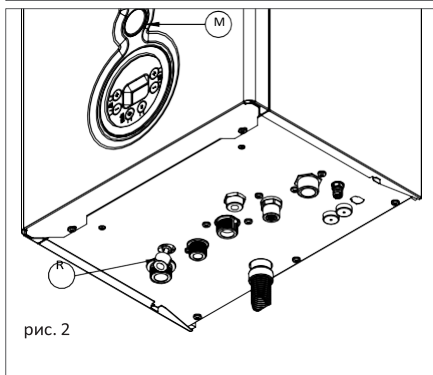

рис. 2
ЦЕЙ КОТЕЛ МОЖНА ВСТАНОВЛЮВАТИ НА ВІДКРИТОМУ ПОВІТРІ В ЧАСТКОВО ЗАХИЩЕНОМУ МІСЦІ (ДИВ. РИС. 2 У РОЗДІЛІ «РОЗМІЩЕННЯ
Дотримуйтесь таких самих відстаней від легкозаймистих матеріалів та дерев'яних стін. Зовнішня установка допускається в частково захищеному місці (наприклад, навіс, балкон), яке відповідає мінімальним розмірам, зазначеним на рис. 2.
3. відкрийте кран наповнення «R» (рис. 2);
5. за допомогою манометра «M» (рис. 2) переконайтеся, що тиск у системі досяг 1,2 бар (рис. 4);
6. після виконання цієї операції переконайтеся, що кран наповнення «R» (рис. 2) надійно закритий;